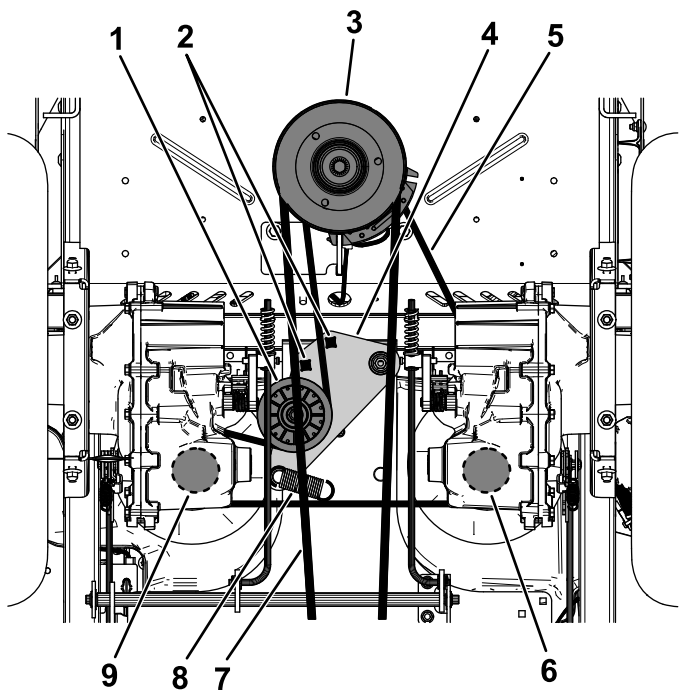

Figura 74
5. Utilice una llave de carraca de $\frac{1}{2}$ " o similar en uno de los orificios cuadrados del brazo tensor para aliviar la tensión del muelle tensor (Figura 74).
6. Retire la correa existente de la polea tensora, de las 2 poleas de transmisión de la bomba hidráulica y de la polea del motor (Figura 74).
7. Instale la correa nueva alrededor de la polea tensora, la polea del motor y de las 2 poleas de la bomba hidráulica (Figura 74).